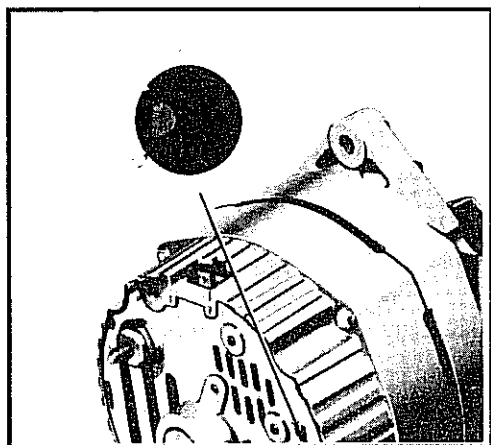

Abb. 3-7 Prüfföffnung an der Lichtmaschine
-- Schraubenzieher in Prüfföffnung einsetzen und Feldwicklung erden, siehe Abb. 3-7.